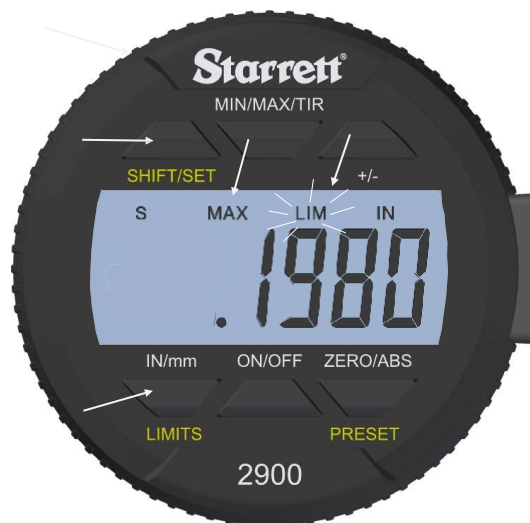

Fig. 7
8. Appuyer sur le bouton **LIMITS**. L'icône MAX LIMIT s'affichera au centre en haut de l'écran (Fig. 7).